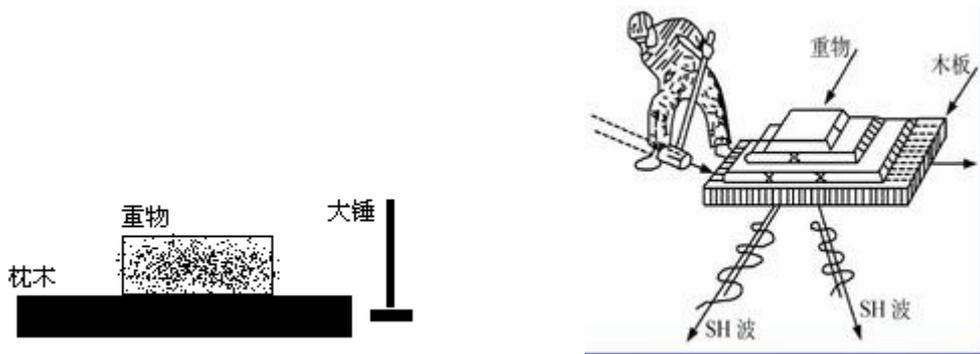

图1 大锤击板法
1、大锤击板法：（见图1）该方法比较方便、实用。它是将激振木板平放在离孔口1~3m处的地面，木板规格为：长度约2.5~3m，宽度不小于40cm，厚度不小于15cm，且两端宜包上一定厚度的铁皮或橡胶。木板安装时，宜埋入地面一定深度或木板底面直接嵌有一定长度的铁脚钉直接插入土中，再在木板上压以重物（500Kg以上，压上大卡车双后轮更好），使木板与地面紧密接触，除此之外，还可以在木板的四周打入1m以上的Φ22钢筋以加固木板，以防止敲击时木板的滑移。再用铁锤（或铁球）沿板的纵向分别敲击板的两端，木板与地面耦合产生剪切力，使地层产生相应方向的剪切波。